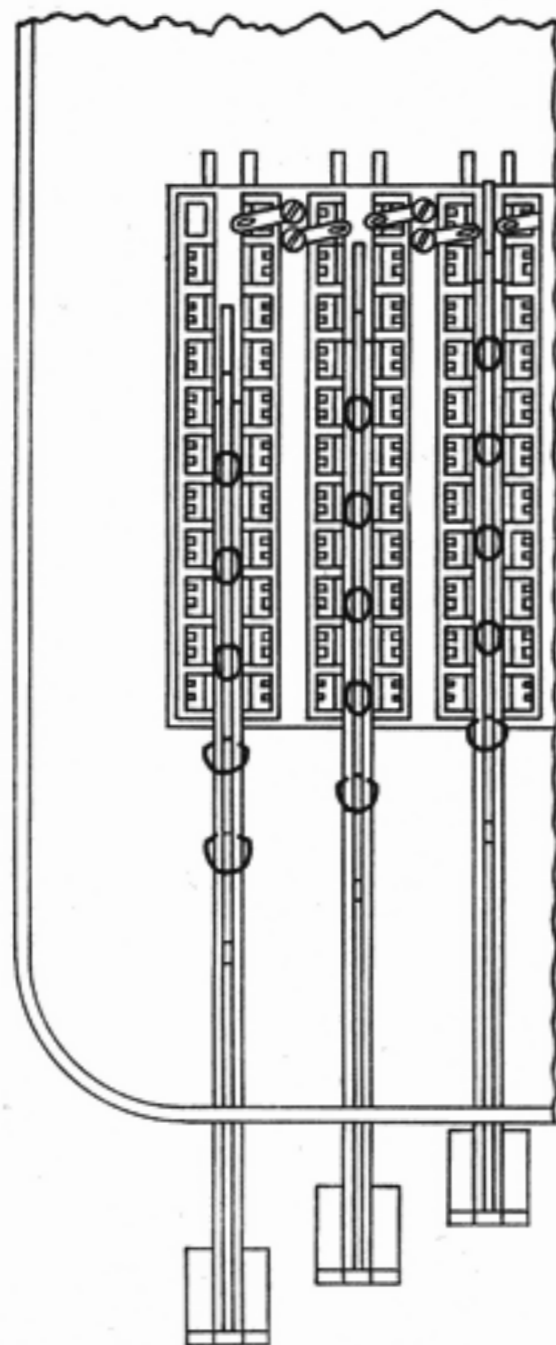

Abb. 4
Setzen Sie nun die übrigen zweihundert Kontaktklemmen in ihre Kästchen ein; das sind jeweils zwanzig auf jeder senkrecht verlaufenden Schaltschieberführung. Beachten Sie, daß die glatten, kurzen Schenkel der Kontaktklemmen in die Führung hineinragen. Das Montieren der zehn Schaltschieber erfordert sehr viel Geduld. Wir beginnen zweckmäßig mit dem äußersten Schieber links. Zuerst stecken wir einen Schaltschieber (12) mit seiner schmalen Fläche nach oben durch den linken Durchbruch der uns zugewandten Seite des Unterteils, und zwar nur so weit, daß die ersten beiden Querslitze des Schiebers noch nicht in die Führung der Programmiertafel hineinreichen. Die zehn unterschiedlich breiten Querslitze im Schaltschieber dienen zur Aufnahme der fünf Schaltkontakte (24). Fädeln Sie nun den ersten Schaltkontakt durch den breiteren Querschlitz, bis sich die abgewinkelten Enden gleichzeitig in den schmalen der beiden Slitze einführen lassen (Abb. 4). Die abgewinkelten Enden dürfen in dem schmalen Schlitz nicht festklemmen, sondern müssen sich federnd bewegen lassen. Damit sie nicht wieder herauspringen, drücken wir nunmehr den Schieber so tief in die Führung der Programmiertafel, daß der erste Schaltkontakt zwischen zwei Kontaktklemmen zu liegen kommt. Die weiteren vier Schaltkontakte bauen wir in gleicher Weise nacheinander ein. Nach dem Einfügen des letzten Schaltkontaktes ist der Schaltschieber bis zum Anschlag einzudrücken. Der ganze Montagevorgang ist in unserer Zeichnung (Abb. 4) verdeutlicht. Er ist beim Zusammenbau der übrigen neun Schaltschieber unverändert zu wiederholen. Sind alle zehn Schieber fertig montiert, dann überzeugen wir uns gewissenhaft, ob auch alle fünfzig Schaltkontakte links und rechts an den glatten, kurzen Schenkeln der Kontaktklemmen anliegen. Sollte dies nicht überall der Fall sein, dann klemmen die abgewinkelten Enden des betreffenden Schaltkontaktes in dem schmalen Querschlitz des betreffenden Schiebers. Durch vorsichtiges